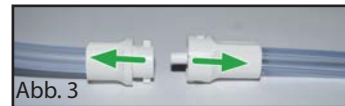

Abb. 3
- Die Anschlüsse auseinanderziehen (Abb. 3).